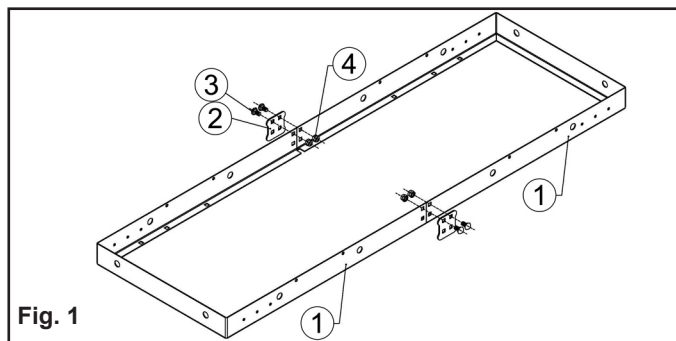

Fig. 1
- Figure 1 :** R assembler les deux parties du bâti (pièce 1). Aligner les trous sur le côté de chaque partie du bâti avec les trous des plaques de raccordement (pièce 2).
- Figure 1 :** Visser quatre (4) boulons de carrosserie M10x20 (pièce 3) dans les deux (2) trous supérieurs de chaque plaque de raccordement, et dans les trous des parties du bâti. Fixer en place à l'aide des contre-écrous M10 (pièce 4). **Remarque : Ne pas serrer complètement ces boulons avant l'étape 8.**